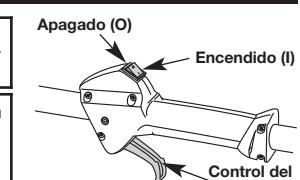

Fig. 6
**NOTA:** No hay necesidad de encender la unidad. El Control de Encendido y Apagado está en la posición **Encendido (I)**, en todo momento (Fig. 6).
- Oprima y mantenga oprimido el control de encendido y apagado en la posición de APAGADO (O) hasta que el motor se detenga por completo (Fig. 6).
- NOTA:** No hay necesidad de arrancar la unidad. El control de Encendido/Apagado está en la posición **ENCENDIDO (I)** en todo momento (Fig. 6).
- Oprima y mantenga oprimido el control de encendido y apagado en la posición de **APAGADO (O)** hasta que el motor se detenga por completo (Fig. 6).